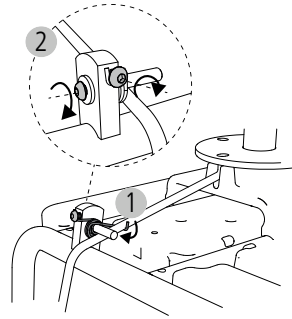

Abb. 4
- herrunterdrücken die Feder (Abb. 4, 1) und dann die Schrauben (Abb. 4, 2).
- Die Verschraubung wieder einsetzen und festziehen (Abb. 4, 2).
- Abschließend die Feder spannen (Abb. 4, 1).